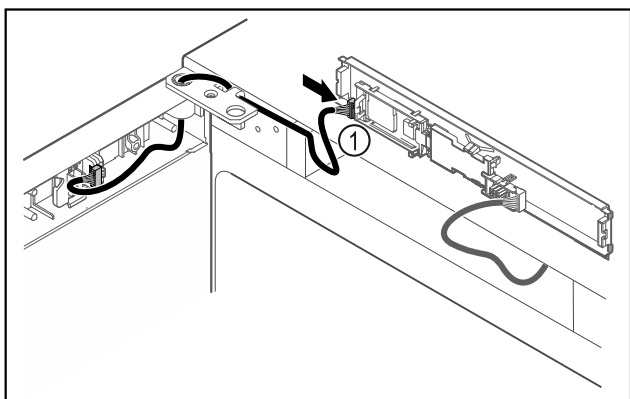

Fig. 44
- Pistke pistik Fig. 44 (1) trükkplaadil sisse.